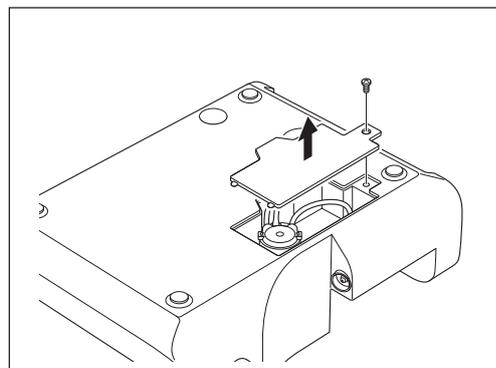

Abb. 50
- 2) Drehen Sie die Steuereinheit herum. Mit einem Kreuzschlitzschraubendreher lösen Sie die Schraube von der Abdeckung des Kühlmittelpumpensatz und entfernen die Abdeckung. (Abb. 50)